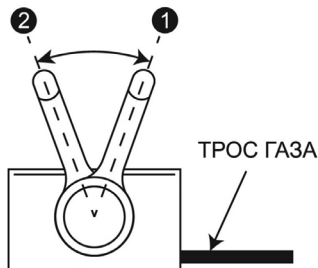

Рис. 13 Положения рычага газа
2. Переверните рычаг газа на 1/3 хода от положения 2 (холостые обороты) в сторону положения 1 (максимальные обороты) (Рис. 13).
6. Прогрейте двигатель. Прогрев двигателя занимает около минуты. После прогрева двигателя переведите рычаг газа в положение 1 максимальных оборотов (Рис. 13) и начните работу.
2. Рычагом газа переведите двигатель в режим холостого хода (переведите рычаг газа в положение 2 (холостых оборотов) (Рис. 13)
В соответствии с разделом ЗАПУСК ДВИГАТЕЛЯ запустите двигатель и прогрейте его. После прогрева двигателя установите рычаг газа в положение 1 максимальных оборотов (Рис. 13) и начните движение, толкая газонокосилку вперед.